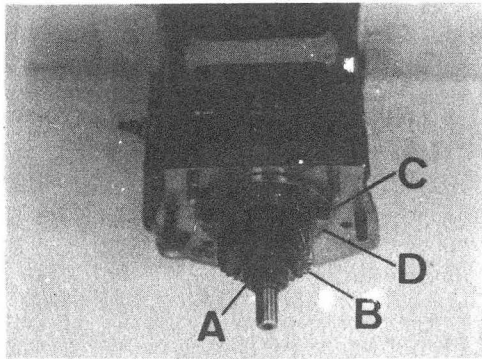

Fig. C1-93 Desmontaje porta-retén
- 1.3. Desmontar la tuerca, A (Fig. C1-93) de retenida del engranaje, B, de transferencia, y extraer éste.
- 1.4. Desmontar los elementos de fijación, C (Fig. C1-93) de la tapa, D, porta-retén.
- 3.3.3. Montar los elementos de fijación, C (Fig. C1-93) de la tapa, D, aplicándoles un par de apriete de 2 á 3 mkg.
- 3.3.4. Montar el engranaje, B (Fig. C1-93) de transferencia y su tuerca, A, de -retenida, aplicándole a ésta última un par de apriete de 13 á 17 mkg.